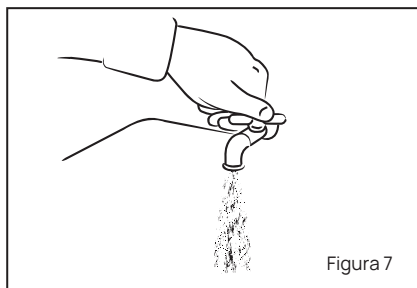

Figura 7
- Deje correr un poco de agua antes de conectar la manguera para eliminar posibles impurezas de la red. Ver figura 7